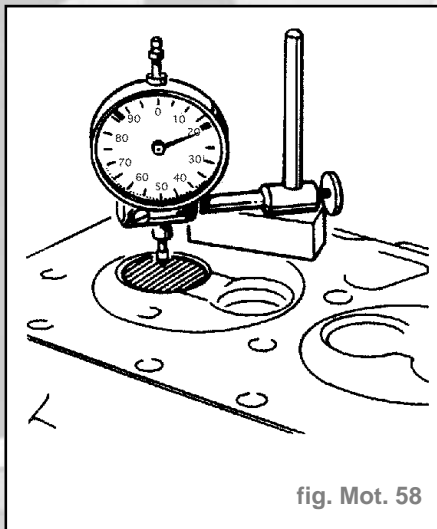

fig. Mot. 58
- Mesurer le retrait de la tête de soupape par rapport au plan de joint de la culasse (fig. Mot. 58).